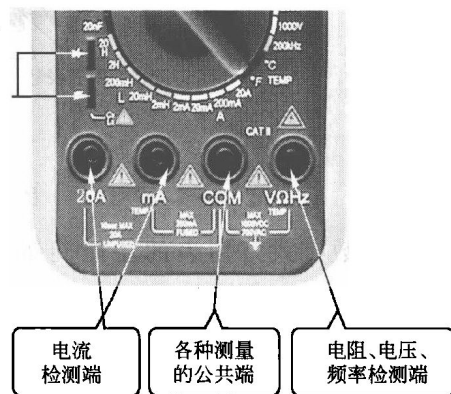

图 1-17 面板上插孔
④ 插孔 面板上插孔，如图 1-17 所示。标“VΩHz”的为红表笔插孔，在测电压、电阻和频率时，红表笔应插入该插孔；标“COM”的为黑表笔插孔；标“mA”为小电流插孔，当测 0~200mA 电流时，红表笔应插入该插孔；标“20A”为大电流插孔，当测 200mA~20A 电流时，红表笔应插入该插孔。
(2) 数字式万用表的组成